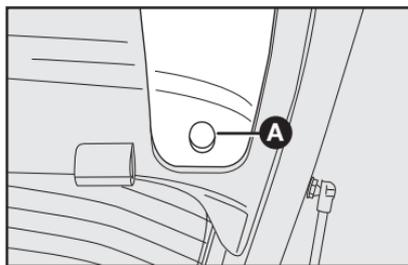

fig. 42
1) Utilizando uma chave philips, retirar a tampa **A-fig. 42** na parte interna da tampa do porta-malas.